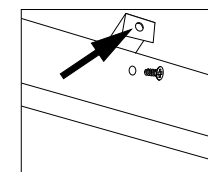

Rys.4.
4. Zasilacz LED podłączyć do sieci ~230V [Rys.4.].
4. Connect the LED driver to the mains ~230V [Fig.4.].